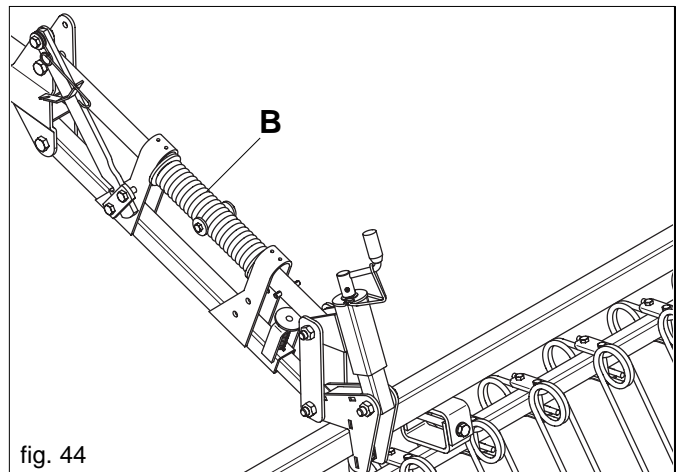

fig. 44
Der Arbeitsdruck der Federzähne der Saatgutabdeckegge kann durch Drehung der Feder (B) auf dem oberen Parallelarm verändert werden (Abb. 44).